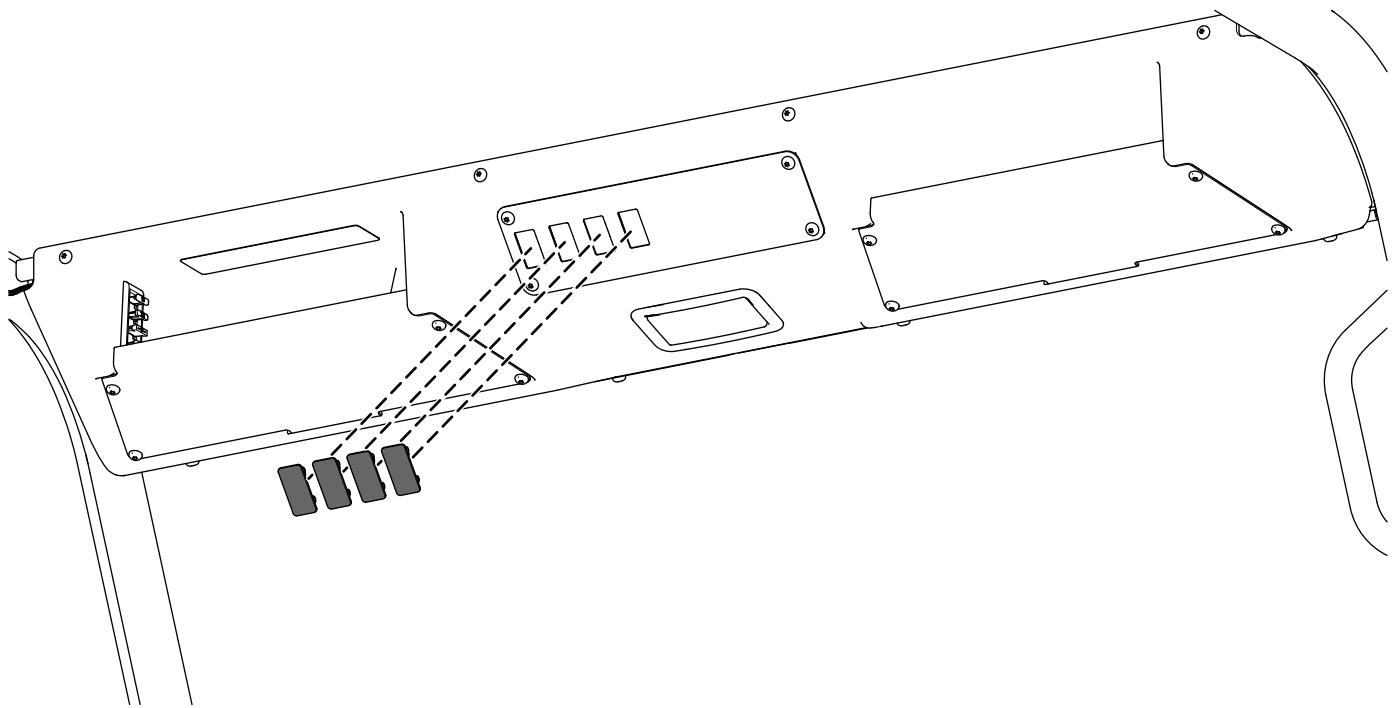

Figura 10
8. Montate i 4 tappi alla staffa dell'interruttore del quadro (Figura 10).